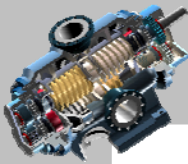

图 7.1.9 “尺寸属性”对话框
Step2. 在“尺寸属性”对话框中，打开 **属性** 选项卡，在 **名称** 文本框中输入文字“螺栓长度”，如图 7.1.9 所示，单击 **确定** 按钮。